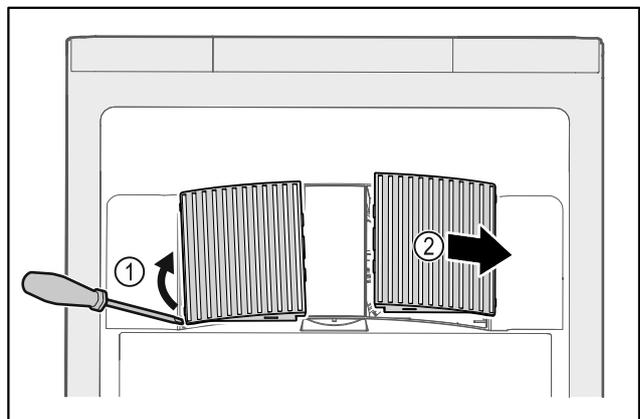

Fig. 140
- ▶ Abrir cuidadosamente las cubiertas del ventilador haciendo palanca por un lado Fig. 140 (1) y retirarlas hacia delante Fig. 140 (2).